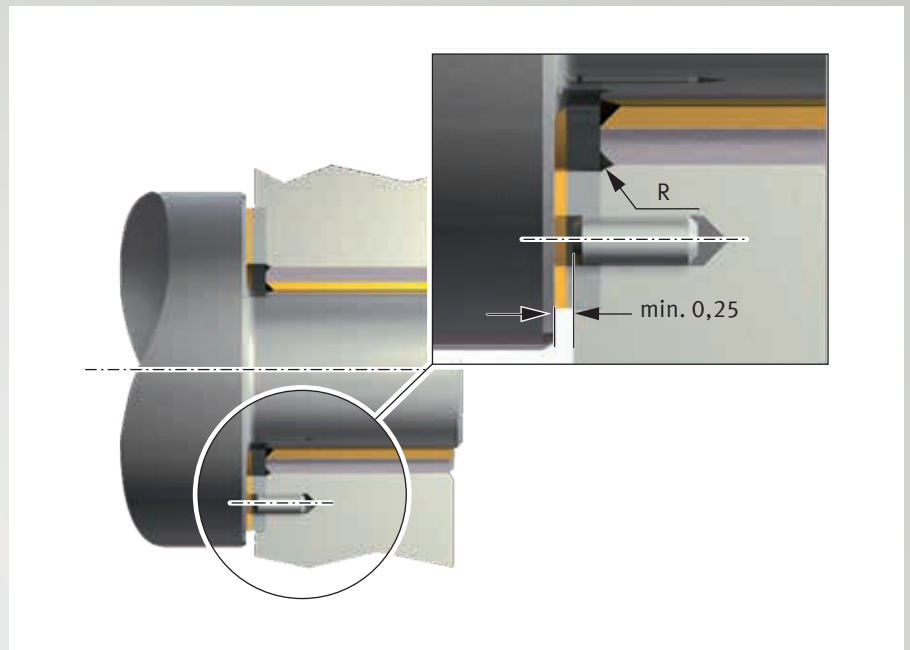

Abb. 41: Befestigen einer Anlaufscheibe PAW in einer Ausnehmung im Gehäuse
- konzentrischer Sitz wird durch Ausnehmung im Gehäuse gesichert (Abb. 41)
- unerwünschtes Mitdrehen wird mittels Passtift oder Senkschraube verhindert (Abb. 41 und 42)
- Schraubenkopf oder Passstift muss gegenüber der Laufläche um min. 0,25 mm zurückgesetzt sein (Abb. 41 und 42).